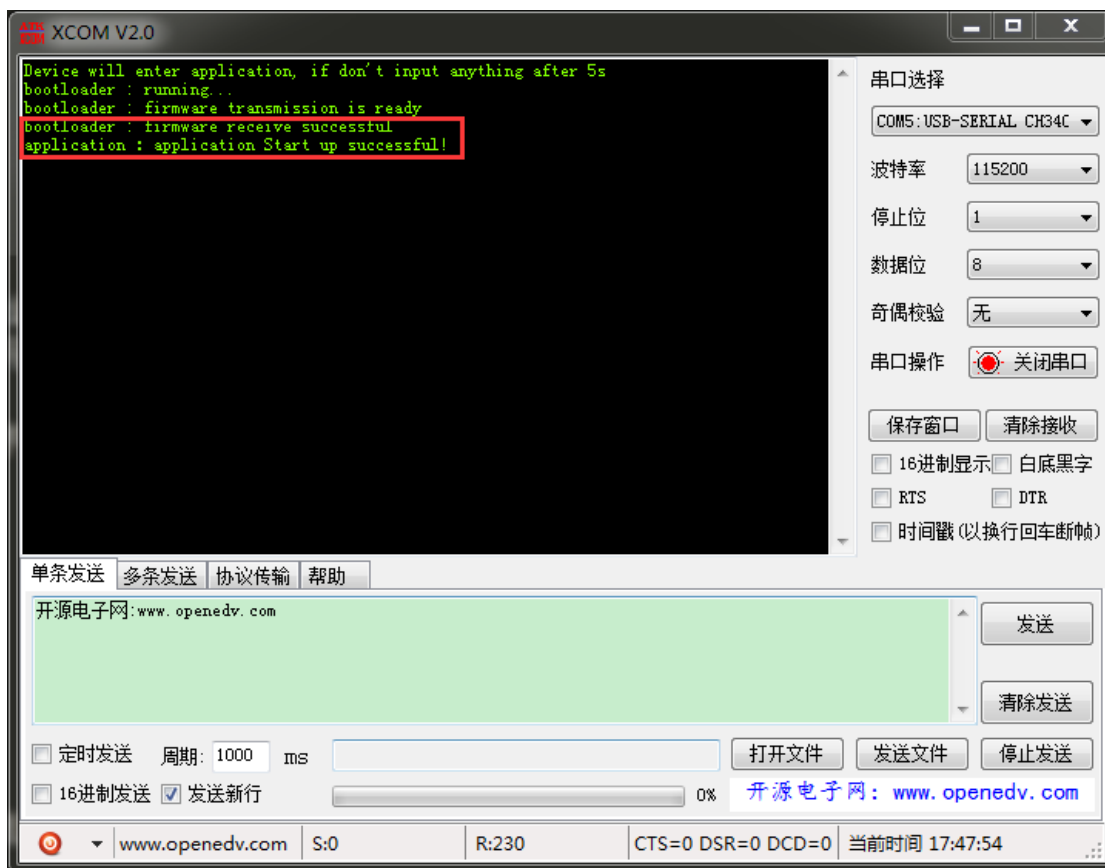

图 20: 固件传输完成
6、传输完成。当目标板串口助手接收到“bootloader : firmware receive successful”时表明 bootloader 已经接收成功。bootloader 在经过校验之后会跳转到应用代码开始执行，接着打印“application : application Start up successful!”，如图 20 所示，其中“bootloader : ...”表明是 bootloader 打印，“application:...”表明是应用程序打印。同时观察开发板可以看到 LED 灯（注意短接跳线帽）开始以 1s 的间隔闪。